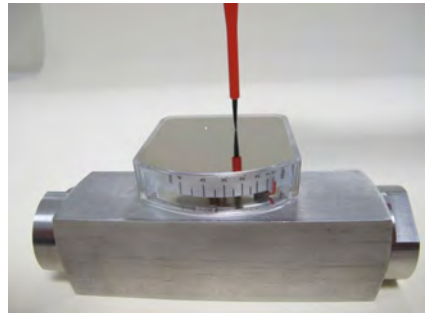

Abb. 72
27. ▶ Befestigungsschrauben der Anzeige-Deckelplatte einschrauben und festziehen (Abb. 72), dabei Schrauben-Anziehdrehmoment (↪ Kapitel 11.1 „Anziehdrehmomente“ auf Seite 89) beachten